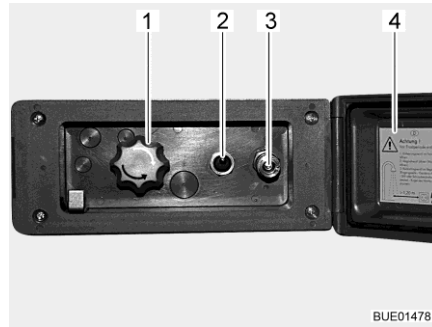

Bild 169 Duschanslutning utsida
- Lås upp och öppna locket (Bild 169,4).
- Anslut ytterduschens slang med snabbkopplingen (Bild 169,3).
- Koppla in vattenpumpen med brytaren (Bild 169,2).
- Ställ in vattentemperaturen enligt önskemål med vredet (Bild 169,1).
- Koppla ur vattenpumpen med brytaren (Bild 169,2).
- Stäng locket (Bild 169,4) och lås det med nyckeln.
- Ställ vredet (Bild 169,1) på mittläget.